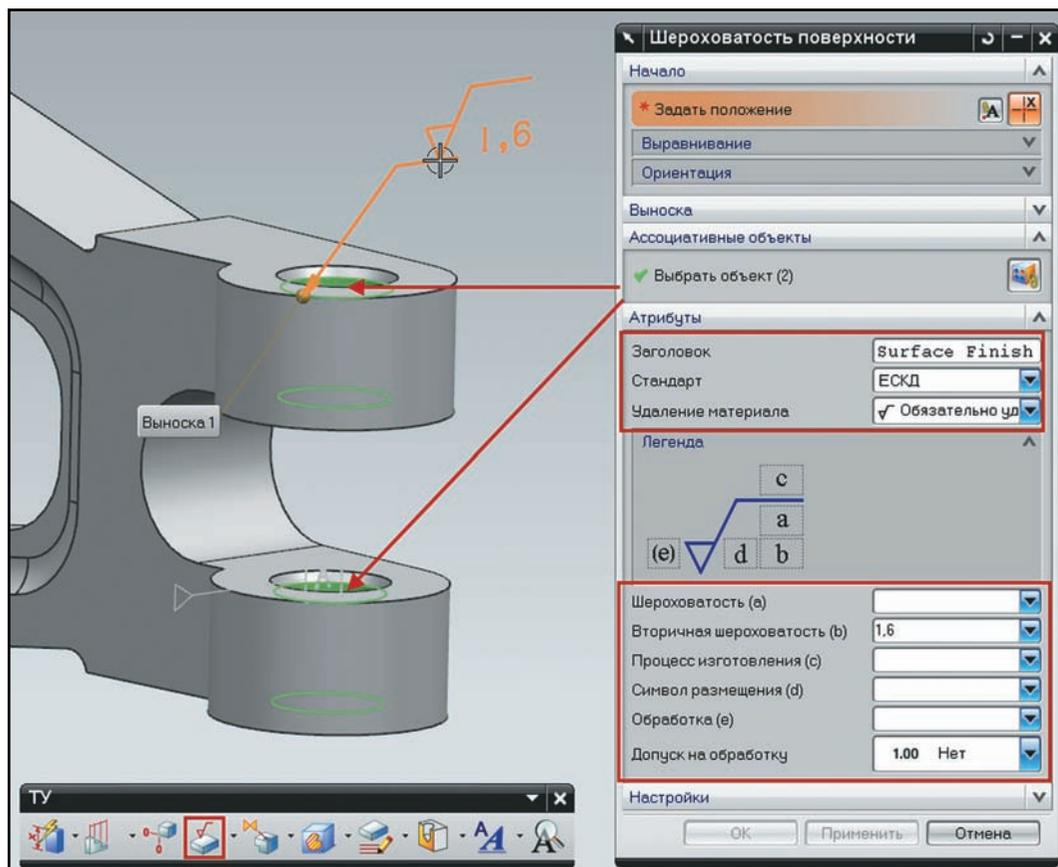

Рисунок 9.38. Создание символа шероховатости
- На инструментальной панели **TU** нажмите кнопку **Шероховатость поверхности (Surface Finish)** и, так же как и с предыдущими символами, нажав кнопку на целевой грани, проведите курсор мыши в сторону до образования выносной стрелки. Далее в диалоге команды определите ассоциированные геометрические объекты и в разделе **Атрибуты (Attributes)** укажите основные параметры создаваемого символа. А именно **Стандарт (Standard)** и **Удаление материала (Material Removal)**. После этого в поле **Легенда (Legend)** появится изображение выбранного символа. Забейте необходимые значения параметров шероховатости, после чего щелчком мыши разместите символ в пространстве (рис. 9.38).